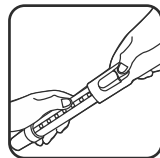

图3
- 按下伸缩杆开关使伸缩杆伸长(如图3)，再将伸缩杆小口径一端对准手柄，左右转动插入到底确保连接牢固。